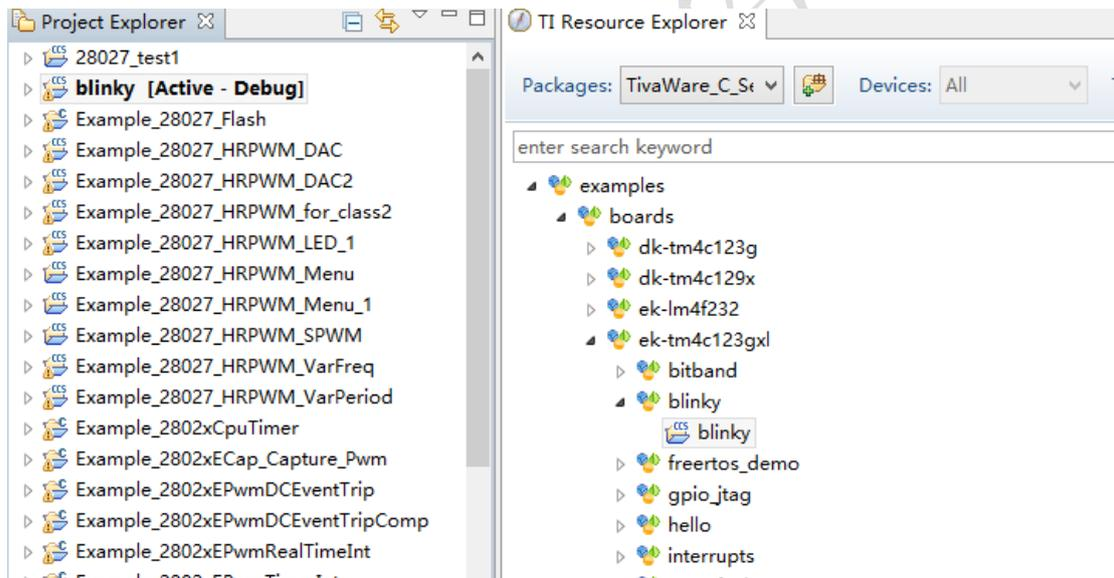

图 5.8 导入工程
4. 选择 import the example project into CCS，即可完成工程的导入，此时，在 CCS 界面 project explorer 中可以看到 blinky 工程已经存在，如图 5.8。